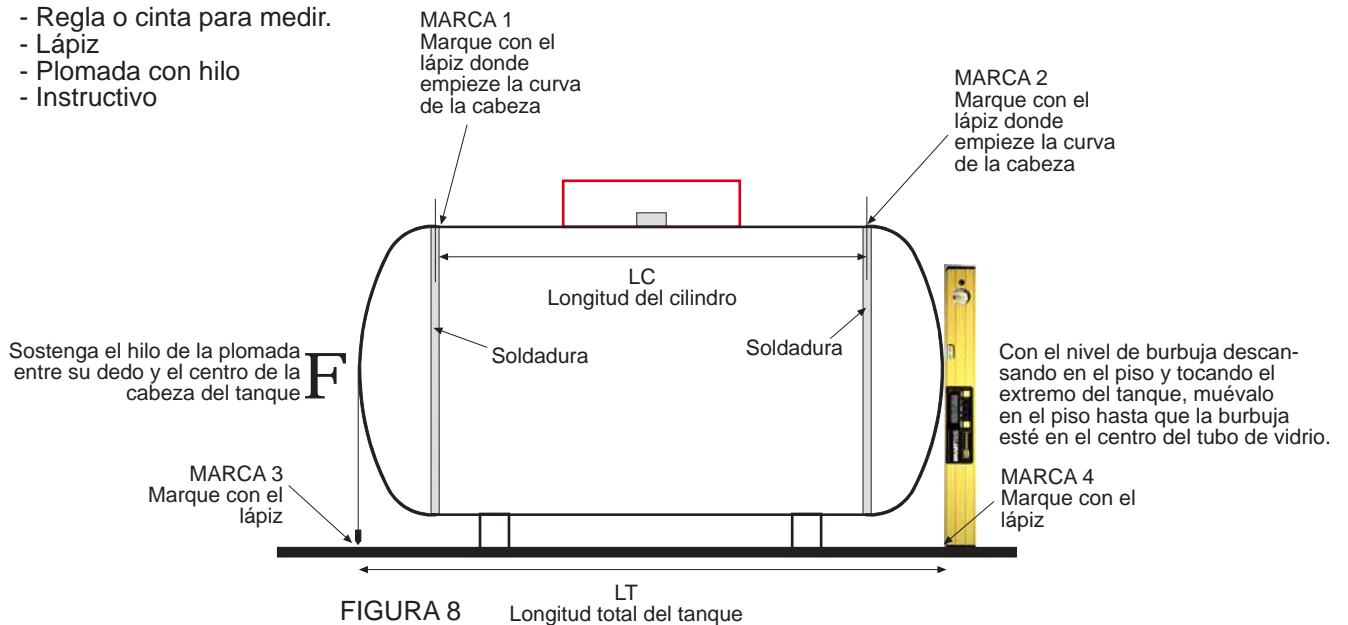

FIGURA 8 Longitud total del tanque
Con la información de la página anterior marque con el lápiz el punto en donde termina el cilindro y empieza la cabeza en ambos lados del tanque (MARCA 1 y 2). Viendo el tanque estacionario de frente como en la Figura 8.
Sostenga el hilo de la plomada con su dedo en el centro de la cabeza del tanque como se muestra en la Figura 8 y estire el hilo hasta que la punta de la plomada casi toque el piso. Cuando la plomada deje de moverse, marque la posición de la punta de la plomada con el lápiz (MARCA 3). Repita en la cabeza del otro extremo del tanque (MARCA 4). También es posible usar un nivel de burbuja en lugar de la plomada como se muestra en la cabeza derecha de la Figura 8. Con la regla o cinta de medir, mida la longitud total del tanque (LT) entre las marcas de lápiz que hizo en el piso en cada extremo del tanque. Anote la longitud LT medida en centímetros en la Tabla 1.